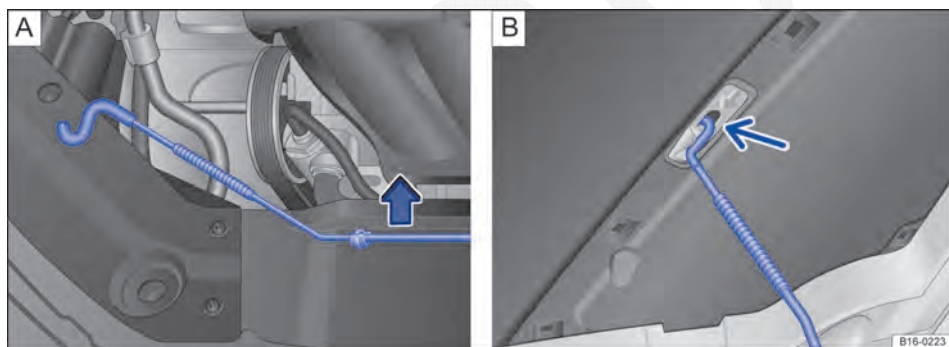

Fig. 188 **A** Suporte da haste de sustentação da tampa no compartimento do motor. **B** Tampa do compartimento do motor aberta.
- Retirar o apoio dobrável do suporte no sentido da seta ⇒ **Fig. 188 A** e encaixá-lo na abertura na tampa do compartimento do motor ⇒ **Fig. 188 B** (seta).
- Desenganchar o apoio dobrável e travá-lo no suporte no fecho ⇒ **Fig. 188 A**.